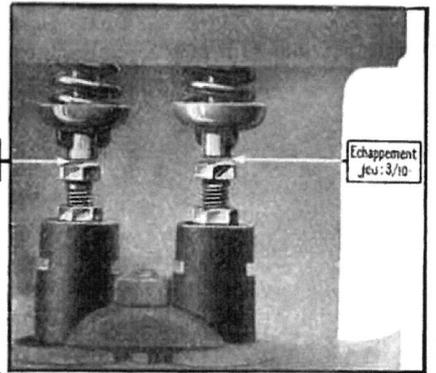

Fig. 9. — Jeu normal entre les tiges de soupapes
- 3—Régler les soupapes remplacées ou rodées (fig. 9). A cet effet: placer